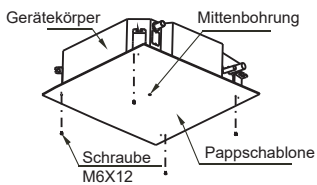

Abb. 5-8
2. Nach der Anbringung des Gerätekörpers die Pappschablone mit Schrauben (M6x12) am Klimagerät befestigen, um vorab die Größen und Positionen der Löcher in der Decke zu bestimmen. (Siehe Abb. 5-8)